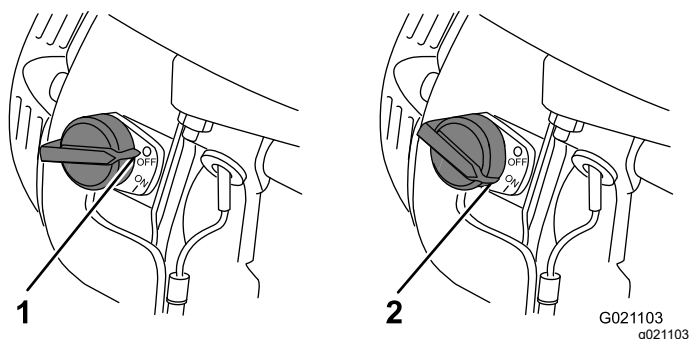

Figure 15
L'interrupteur Marche/Arrêt (Figure 15) permet de démarrer et d'arrêter le moteur. Cet interrupteur est situé sur l'avant du moteur. Tournez l'interrupteur Marche/Arrêt en position de MARCHE (ON) pour démarrer le moteur et le faire tourner. Tournez l'interrupteur Marche/Arrêt en position ARRÊT (OFF) pour arrêter le moteur.